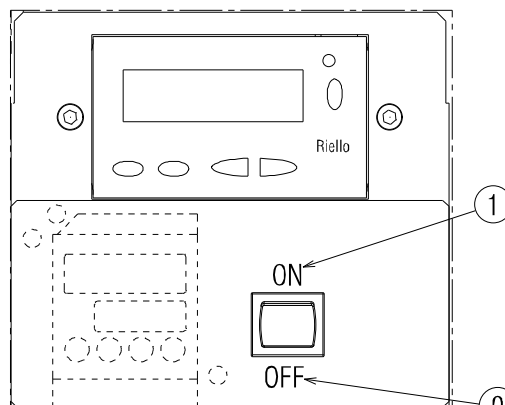

Рис. 30
Замкните термостаты/реле давления и установите выключатель Рис. 30 в положение «1/ВКЛ».
- Установите выключатель Рис. 30 в положение «0/ ВЫКЛ.» и подождите, пока автомат горения не выполнит процедуру отключения.
Замкните дистанционные регуляторы и установите переключатель 1)(Рис. 30 на стр. 32) в положение **ON**.